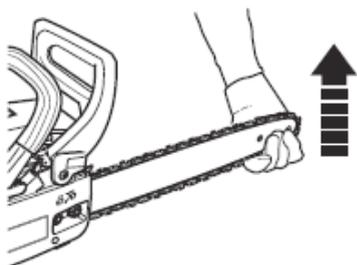

Fig. 8
- Soulever l'extrémité du guide chaîne (13) et maintenez-le dans cette position pendant que vous réglez la tension (Fig. 8).